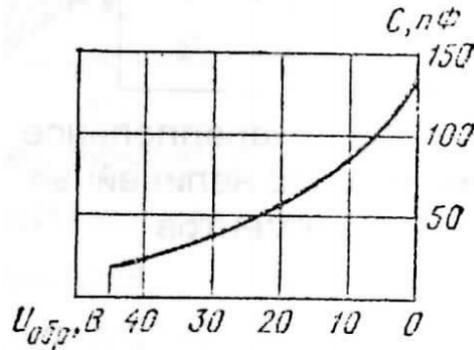

Рис. 4
1. Какое напряжение нужно приложить к варикапу, характеристика управления $C(U)$ которого приведена на рис. 4, чтобы общая емкость варикапа и параллельно подключенного к нему конденсатора емкостью 100 пФ составила 150 пФ?